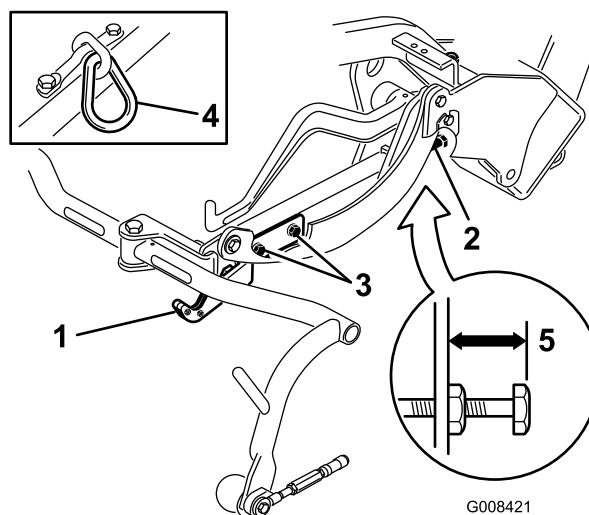
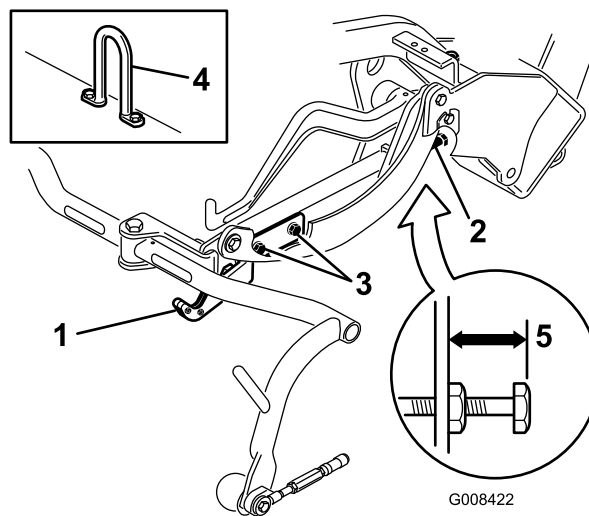
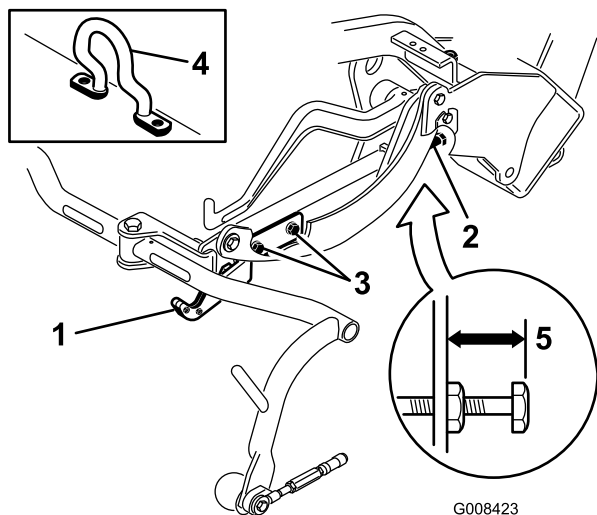

図 19
図 20
図 21
移動走行時の高さ（図 19 と 図 20）を点検し、必要に応じて調整します。
2. チェーン・リンクまたはストレート型の昇降フック（図 19 と 図 20, 挿入図）のついてあるカッティングユニットでは、キャリア・フレーム調整ねじの上面からキャリア・フレームの背面までの距離が 22 mm になっていることを確認する。この距離が 22 mm になっていない場合は手順 4 へ進む。オフセット・リフト・リンク（図 21）のついてあるカッティングユニットの場合は、次のステップに進む。
3. オフセット・リフト・リンク（図 21）のついてあるカッティングユニットでは、キャリア・フレーム調整ねじの上面からキャリア・フレームの背面までの距離が 25 mm になっていることを確認する。この距離が 25 mm になっていない場合は手順 4 へ進む。
(図 19 と 図 20 と 図 21)。
についているジャムナットをゆるめる (図 19 と